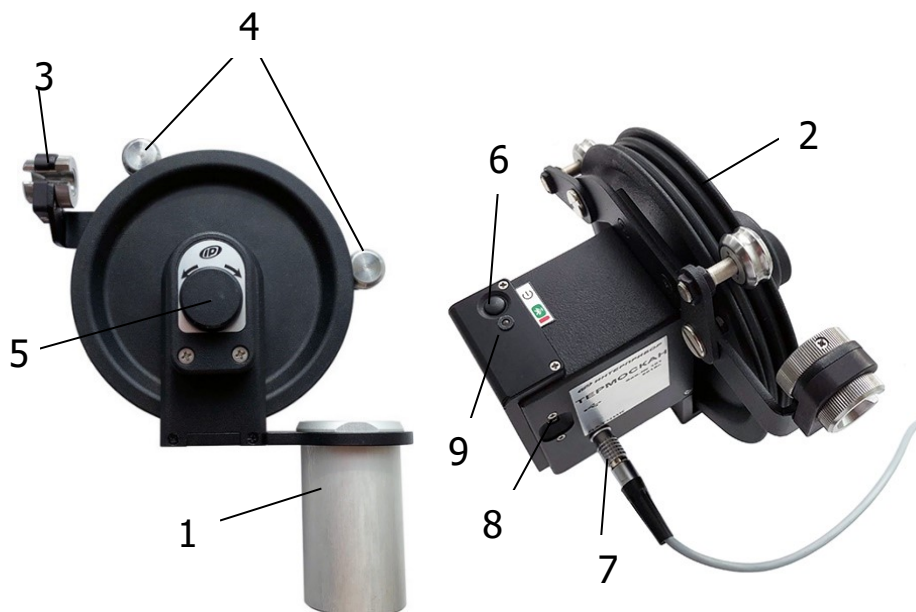

Рисунок 3 - Энкодер.
В состав **энкодера** (рис. 3) входит алюминиевый кронштейн **1** фиксации в контрольном канале, шкив **2** с направляющей втулкой **3** для кабеля, два подпружиненных ролика **4**, фиксирующих кабель на шкиве, ручка переключения **5** направления вращения шкива, а также кнопка **6** включения блока управления, разъёмы подключения термозонда **7** и зарядного устройства **8**. Рядом с кнопкой включения **6** расположен двухцветный индикатор **9** режимов работы энкодера. В корпусе энкодера находится встроенный литиевый аккумулятор (извлечение и замена литиевого аккумулятора потребителем не допускается).
6.2.6 Проденьте конец кабеля от смотчика в энкодер (рис. 3) через кронштейн **1**. Закрепите кабель на шкиве **2** энкодера (рис. 3).
6.2.9 Включите энкодер (рис. 3) однократным нажатием на кнопку включения 6. При этом светодиод энкодера начнет однократно мигать (1Гц) синим (или зеленым) цветом.